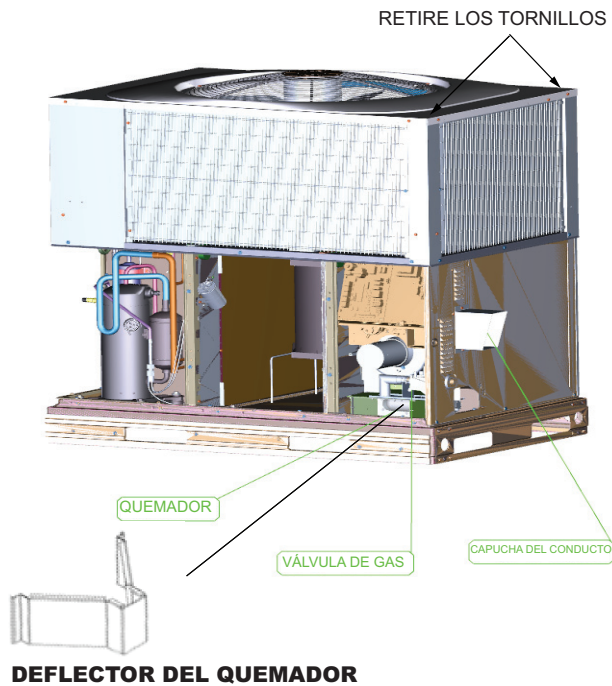

Fig. 21 – Carcasa del ventilador, caja colectora del conducto y conjunto del intercambiador de calor (NOx ultrabajo) A200278SP
2. Quite los 11 tornillos que sujetan la cubierta de la caja colectora del conducto (consulte la Fig. 21) al conjunto del intercambiador de calor. Inspeccione los intercambiadores de calor.
La unidad está equipada con un sistema de encendido por chispa directa con 100 por ciento de bloqueo. El módulo de encendido (IGC) está ubicado en la caja de control (consulte la Fig. 21). El módulo contiene un LED de autodiagnóstico. Durante el mantenimiento, consulte el diagrama de etiquetas o la Tabla 6 de estas instrucciones para la interpretación del LED.
Inspección/limpieza del deflector del quemador con NOx ultrabajo (consulte Fig. 21).